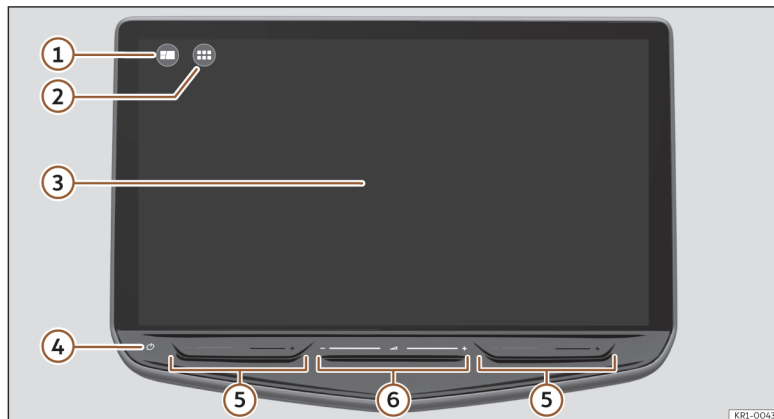

Abb. 159 Übersicht: Bedieneinheiten (Linkslenker-Fahrzeuge).
Gestalten Sie das übergeordnete Menü und die Ansicht HOME >>> (Abb. 159) ① individuell, um schnell auf die bevorzugten oder am häufigsten verwendeten Funktionen zuzugreifen.